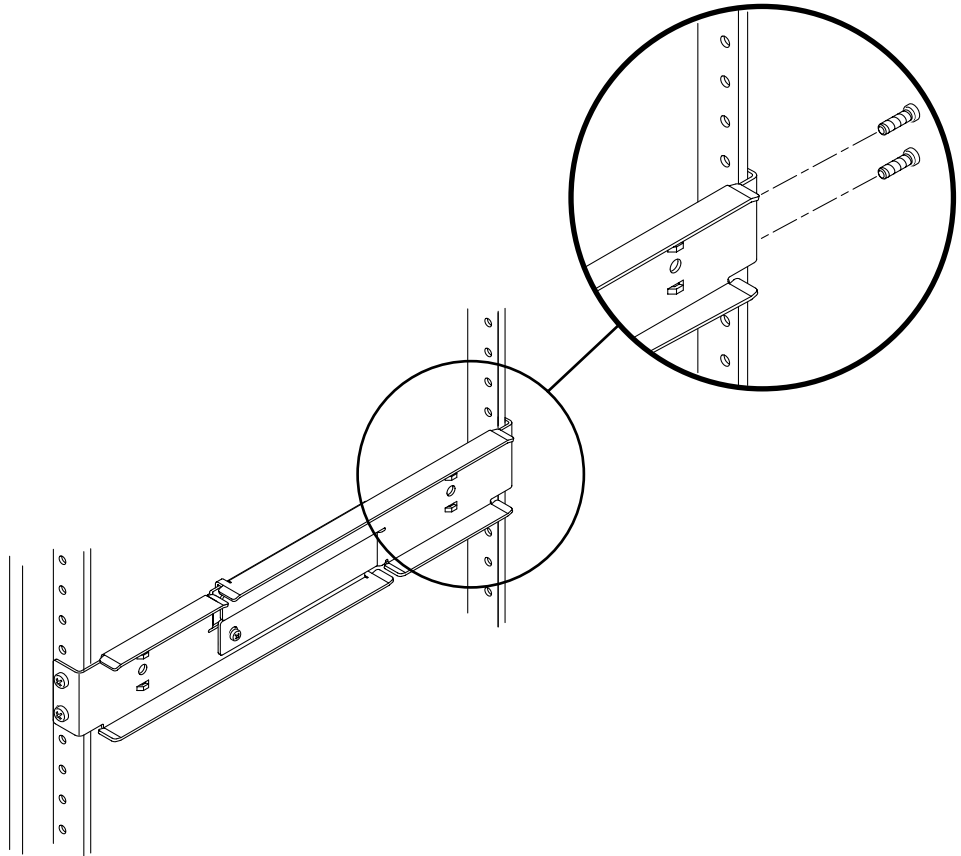

FIGURE 3-17 Fixation de l'arrière des rails réglables à l'armoire
4. Passez à l'arrière de l'armoire et, à l'aide de deux vis, fixez l'arrière des rails réglables à celle-ci (FIGURE 3-17).